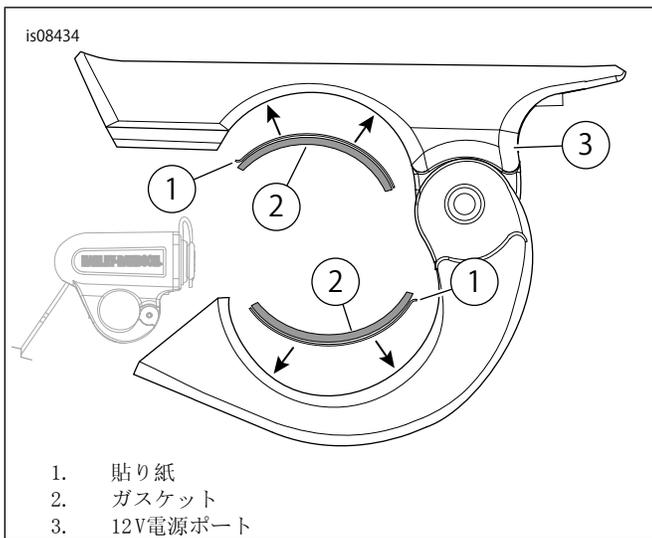

図1. 貼り紙、ガスケット、12V電源ポート
6. 図1を参照してください。ガスケット(2)の貼り紙(1)をはがします。ガスケットを12V電源ポート(3)の内部に取り付けます。